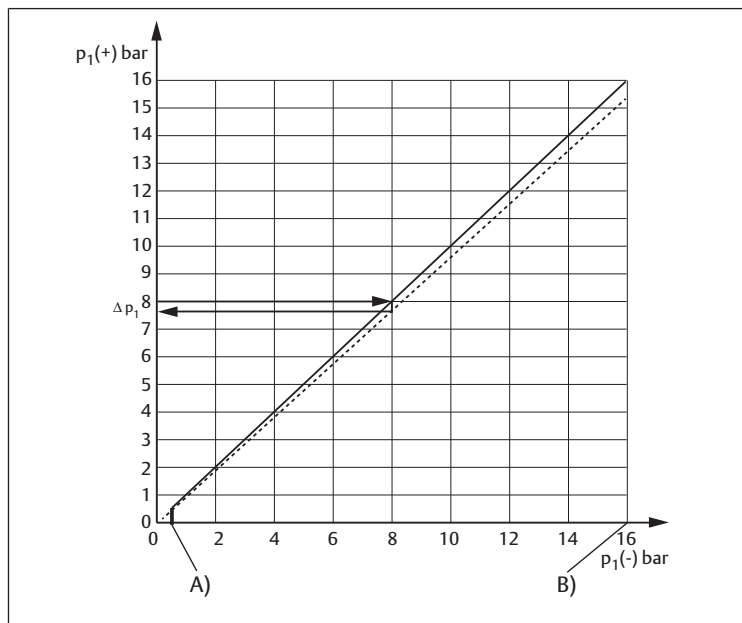

Fig. 9: curva característica de presión diferencial de conexión (0,2 - 16 bar)
- Entre 0,2 bar y 16 bar (rango de presión de conexión mín. 0,2 bar descendente, 0,5 bar ascendente) (véase → Fig. 9)